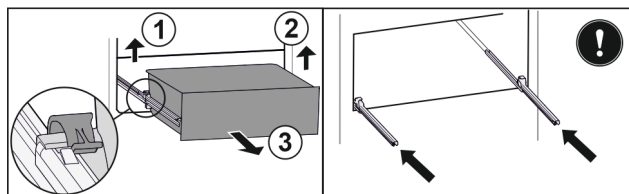

Fig. 61
- ▶ Zvedněte levou svorku a současně vytáhněte zásuvku vlevo dopředu. Fig. 61 (1)
- ▶ Zvedněte pravou svorku a současně vytáhněte zásuvku vpravo dopředu. Fig. 61 (2)
- ▶ Vyjměte zásuvku dopředu. Fig. 61 (3)